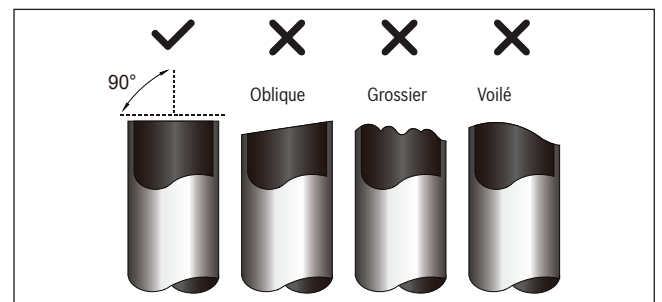

Fig. 27.
3. S'assurer que le tube est coupé exactement à un angle de 90°. Pour des exemples de coupe incorrecte, se reporter à la fig. 27